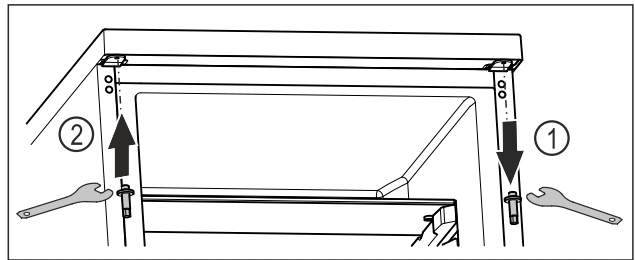

Fig. 23
- Skru ut den øvre boltene med utvendig sekskantnøkkel. Fig. 23 (1)
- Skru fast boltene med utvendig sekskantnøkkel på motsatt side. Fig. 23 (2)